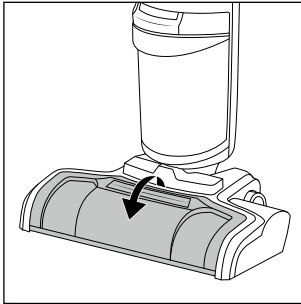

Abb. 33
- ◆ Fassen Sie den Spritzschutz **7** oben an der Griffkante (*PULL*) und ziehen Sie diesen nach vorne, um ihn vom Fußteil **3** zu entfernen (siehe Abb. 33).